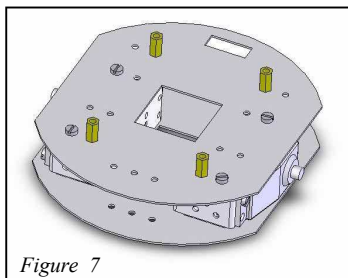

Figure 7
Étape 5 : Visser 2 entretoises de 3X10mm (12) Male femelle un des châssis (4), utiliser deux écrous de 3 mm (14). Voir la figure 7.